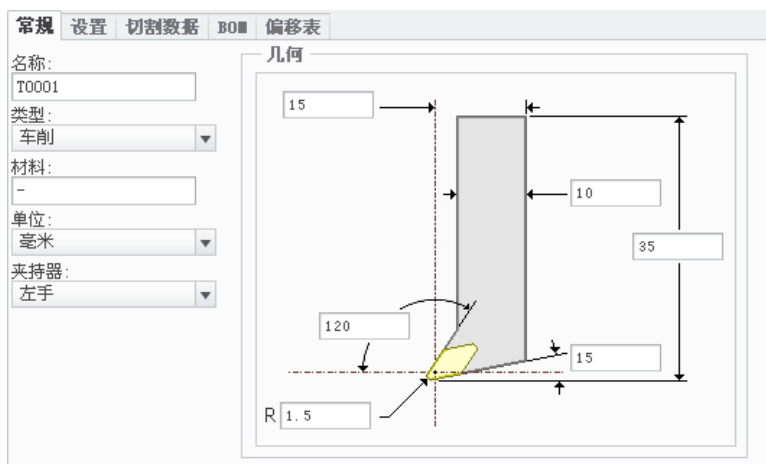

图 5.1.5 设定刀具一般参数
Step4. 在弹出的“刀具设定”对话框的 **常规** 选项卡中设置图 5.1.5 所示的刀具参数，设置完毕后依次单击 **应用** 和 **确定** 按钮，返回到“车床加工中心”对话框。